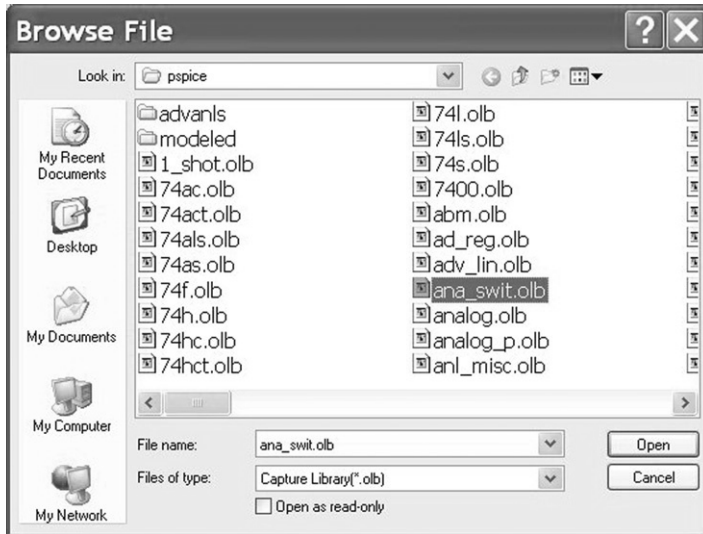

图 1.31 浏览库文件
2. **Browse File** 浏览文件窗口（见图 1.31）将会打开。首先确定文件路径为 **tools > capture > library > PSpice**，然后选择 **ana\_swit.olb** 元件库，最后单击 **Open** 打开按钮把库文件添加到仿真